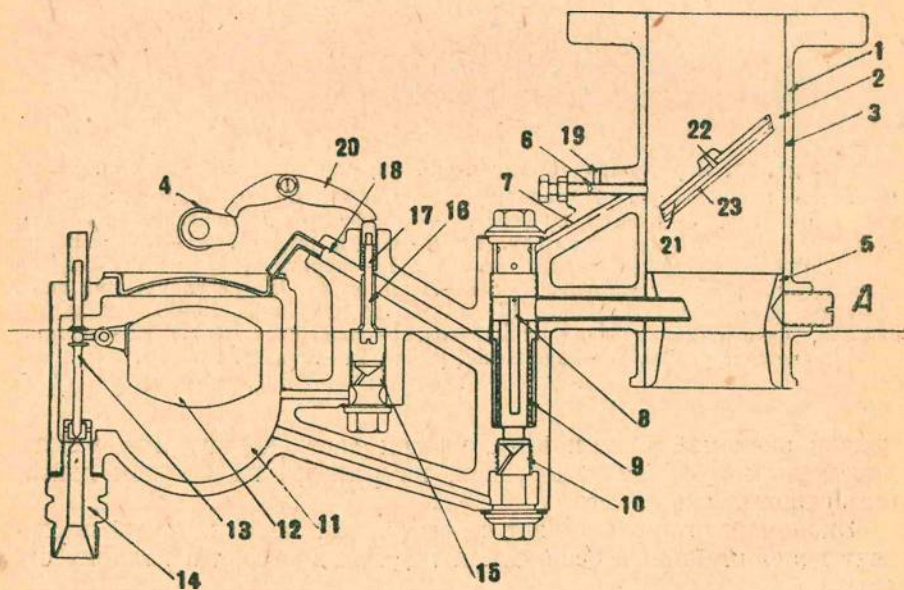

Рис. 23. Схема карбюратора Клодель-Гобсон.
Внутри смесительной камеры, на оси неподвижно укреплена дроссельная заслонка (3), регулирующая количество рабочей смеси, подаваемой в цилиндры. Дроссельная заслонка по диаметру имеет канал (21) (рис. 23), который при закрытом положении заслонки совпадает с выходным отверстием жиклера холостого хода. Кроме того, с одной стороны заслонка имеет отверстие (23) для входа воздуха из смесительной камеры, а с другой стороны выходное отверстие (22), через которое поступает рабочая смесь во всасывающую трубу.
Пуск двигателя производится обычно при чуть-чуть открытой дроссельной заслонке. При таком положении заслонки, во время такта всасывания в одном из цилиндров воздух во всасывающую трубу двигателя будет поступать четырьмя путями, а именно (рис. 23): а) через щель между дросселем и заслонкой, канал (21) камеры, б) через отверстие (23) в дроссельной заслонке, канал (21)
Для регулировки качества смеси при холостом ходе двигателя служит винт (6) (рис. 23), ввертыванием или вывертыванием которого изменяется количество воздуха, проходящего через отверстие (19). При увеличении доступа воздуха жиклер холостого хода дает
Выпускной трубопровод (рис. 23) служит для отвода отработанных газов от выпускного клапана в атмосферу. Трубопровод отлит из чугуна и состоит из двух труб — трубы первого и второго цилиндров и трубы третьего и четвертого цилиндров, соединяющихся между собой при помощи входа конца одной в другую. Рядом с патрубком второго цилиндра имеется штуцер, на котором укрепляется трубка (2), отводящая отработавшие газы в камеру подогрева рабочей смеси.